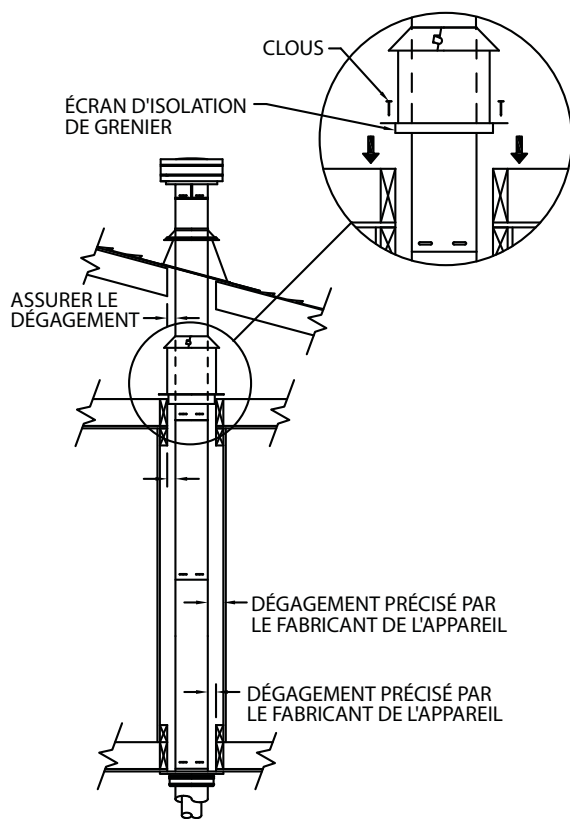

Figure 19
(1) Pour les installations verticales à plusieurs étages, un coupe-feu de plafond est exigé pour tous les étages (**Fig. 19**). Se reporter au **Tableau 1, page 8**. Découper et armer une ouverture carrée pour installer le coupe-feu du plafond.
(2) Si le conduit de ventilation traverse
des zones occupées au-dessus du premier étage, y compris des placards et espaces de rangement, il doit être enchâssé. La châsse peut être charpentée et murée avec des matériaux de construction standard, mais les espacements requis aux matières combustibles doivent être maintenus. Consulter les instructions d'installation du fabricant de l'appareil pour connaître l'espacement minimal permis entre l'extérieur du conduit de ventilation et les surfaces combustibles de la châsse. Ne pas remplir les espaces requis d'air avec de l'isolant. (3) Si le système de ventilation passe par un espace de grenier, l'écran d'isolation de grenier ou une châsse doivent être installés pour empêcher tout contact entre les sections de tuyau et l'isolation ou d'autres débris. Pour l'écran d'isolation de grenier, clouer la base au plancher de grenier et ajuster l'écran à un niveau d'isolation approprié, puis fixer le collet au-dessus de l'ensemble (Fig. 19). Une châsse peut être construite avec des panneaux de gyproc ou des matériaux de construction similaires et charpentée autour de la boîte d'encastrement ou du conduit, le en conservant l'espacement aux matières combustibles comme l'exige le fabricant de l'appareil. Pour les plafonds voûtés, il faut construire une châsse puisqu'un écran d'isolation de grenier ne peut pas être installé.